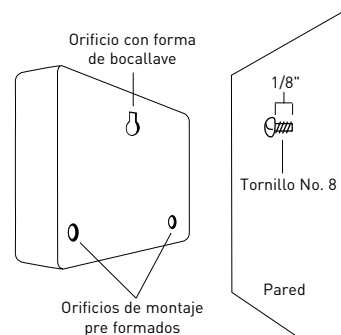

Figura 2: Cuelgue el temporizador en el orificio con forma de bocallave con un tornillo
- Deslice el temporizador sobre el tornillo sobresaliente (con la ranura con forma de cerradura en la parte posterior del temporizador). Consulte la figura 2.
- Coloque un tornillo No. 8 a través de uno de los dos orificios preformados ubicados en las esquinas inferiores del gabinete. Consulte la figura 2.